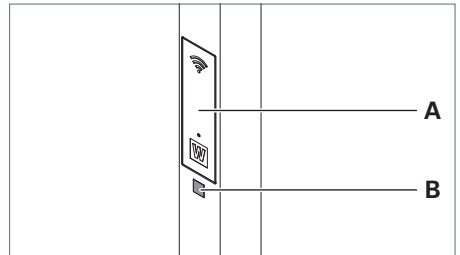

Fig. 22: QR-Code scannen.
- ▶ Scannen Sie den QR-Code **B** der Leuchte, der sich am Standrohr unterhalb der Serviceklappe **A** befindet, siehe Fig. 22.